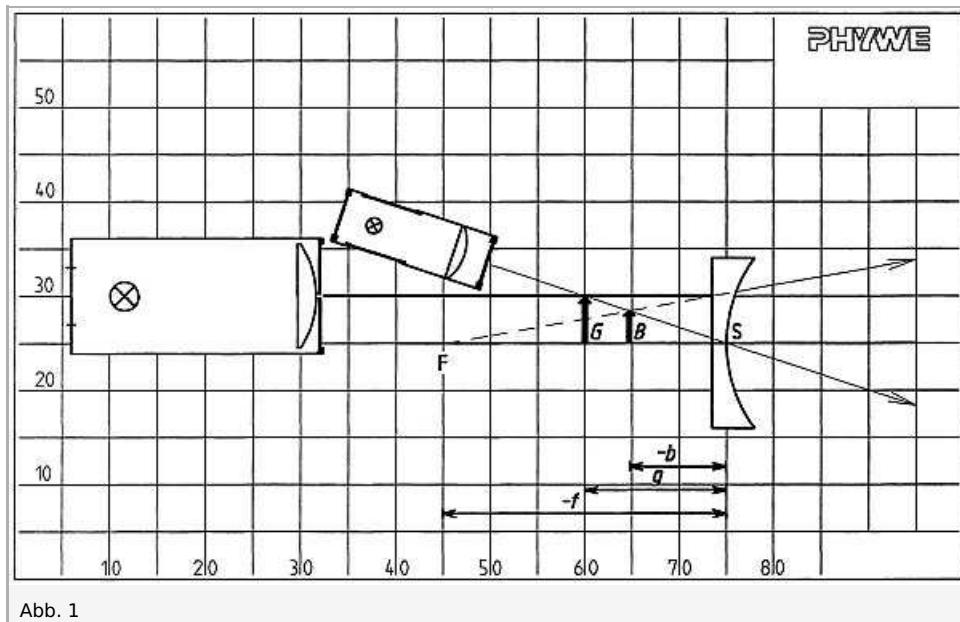

Abb. 1
- Gegenstandspfeil zeichnen, z. B. mit  $G = 50$  mm und  $g = 150$  mm (vgl. Abb. 1)
- $-f$ ,  $g$ ,  $-b$ ,  $G$  und  $B$  eintragen (Abb. 1)